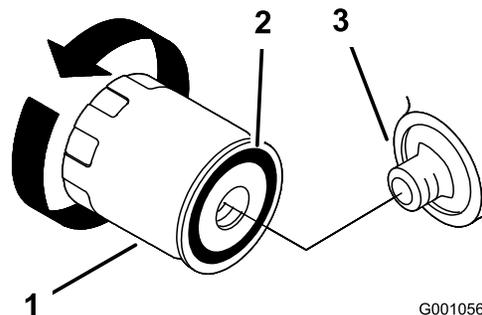

図 49
2. オイルフィルタを外し、フィルタのアダプタガスケットの表面をきれいに拭く図49。
5. 新しいフィルタのガスケットにオイルを薄く塗る図49。
- アダプタにフィルタを取り付け、ガスケットがアダプタに当たるまでフィルタを右に回し、そこから更に2/31回転増し締めする図49。